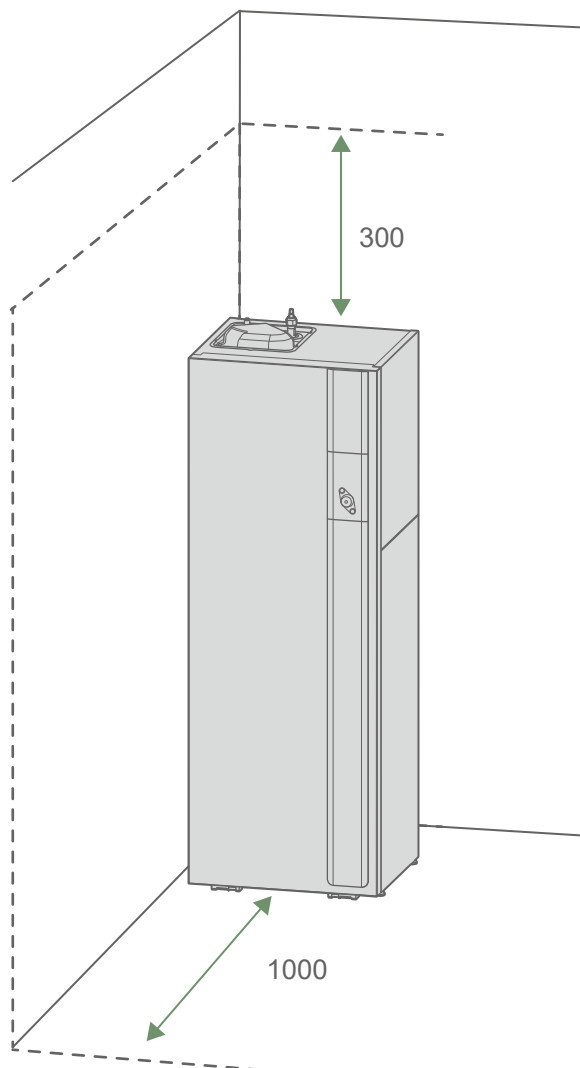

fig. 19 - Dégagements minimum d'installation autour du module hydraulique pour l'entretien
- Pour faciliter les opérations d'entretien et permettre l'accès aux différents organes, il est conseillé de prévoir un espace suffisant tout autour du module hydraulique (fig. 19).